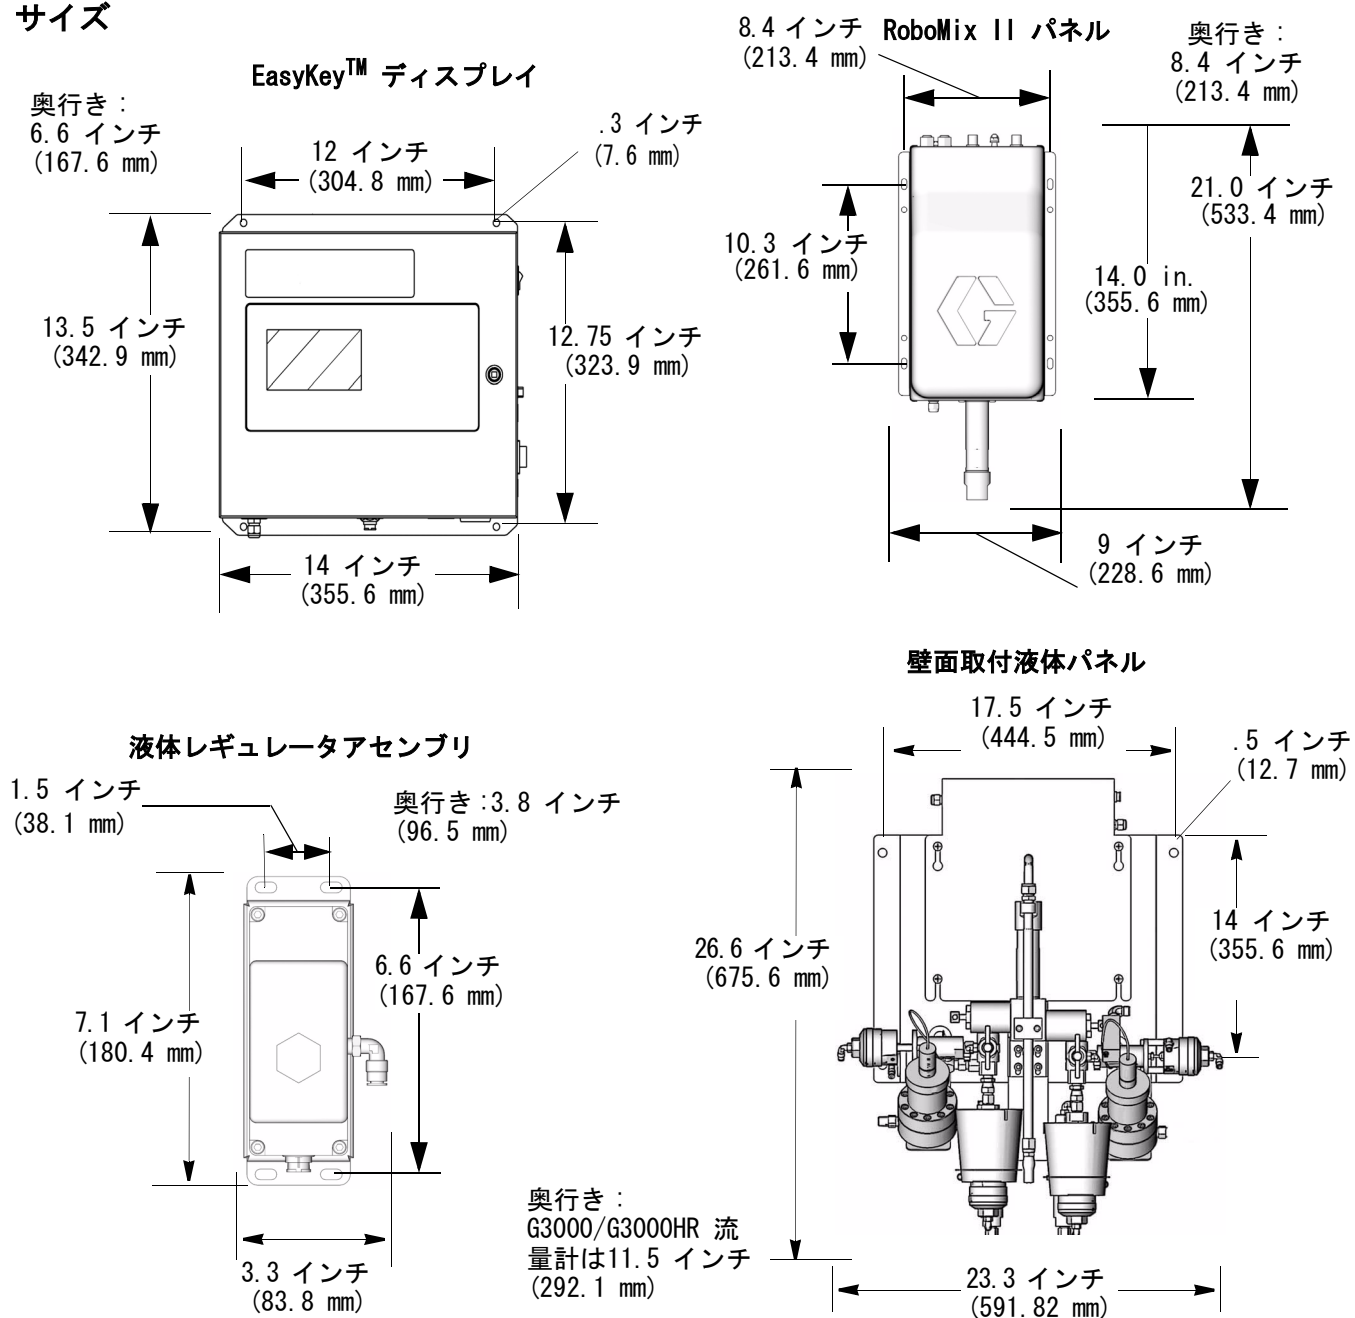

図. 12
3. 装置をテンプレートとして使用し、オペレータがメンテナンスを実行し易い高さの壁の位置に取り付け穴をマークします。図. 12.